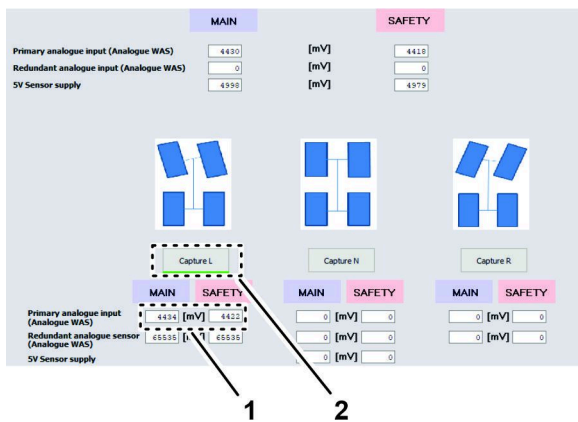

Figura 150
- Haga clic en el icono CAPTURE L (Captura Izq) (Figura 150).